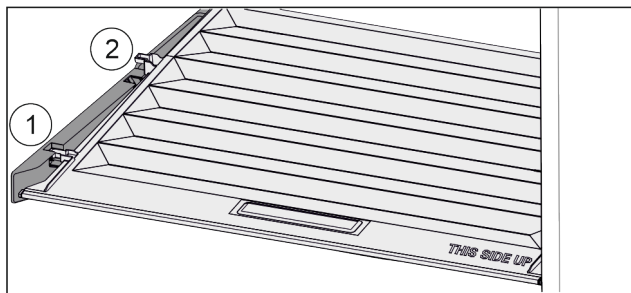

Fig. 75
- ▶ Потянуть крышку до отверстия в поддерживающих деталях вперед Fig. 75 (1).
- ▶ Поднять сзади снизу и извлечь Fig. 75 (2) движением вверх.